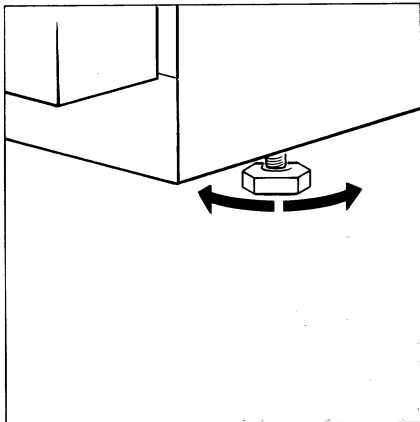

Fig. 4
- ❑ Plaats het apparaat op een vlakke en stevige vloer. Door middel van de twee verstelbare voetjes aan de voorkant van het apparaat kunt u het apparaat waterpas opstellen. Draai de voetjes los of vast, totdat u het gewenste resultaat bereikt hebt (**Fig. 4**).